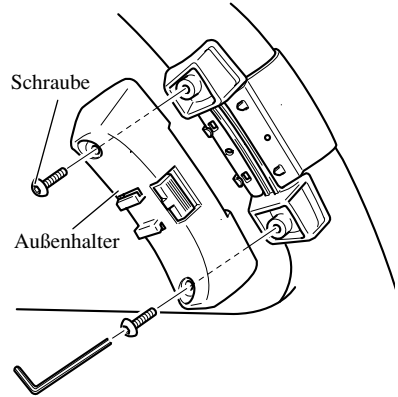

Abb. 10
3. Den Außenhalter auf dem Innenhalter installieren und mit Schrauben. (Abb. 10)